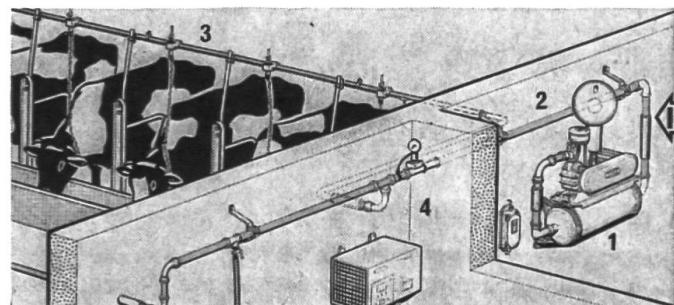

Fig. 2:
3. Raccorder l'autre extrémité du tuyau flexible à la conduite à vide de l'installation (par exemple au bout de cette conduite, à la valve de purge, etc.) (Figure 2, I). Tous les raccordements du côté aspiration de la pompe doivent être étanches.